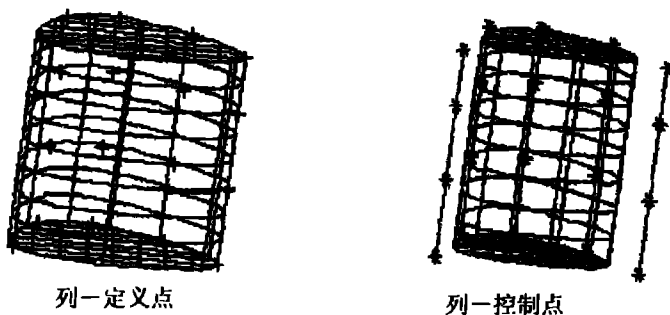

图 1.7 列闭合形式构面
- **Columns(列):** 定义点或控制点的第一列变为最后一列, 如图 1.7 所示。